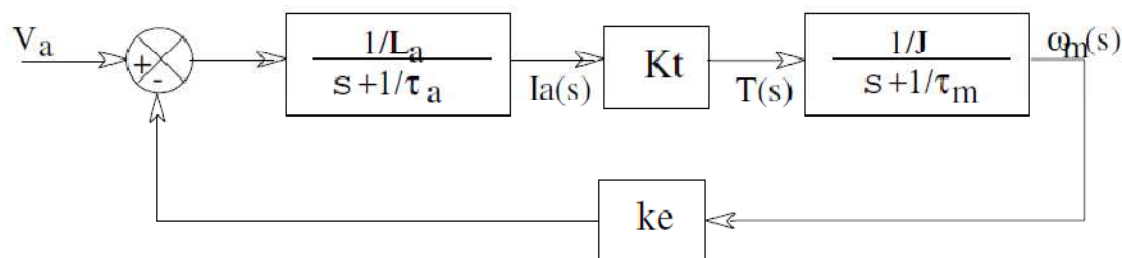

Figura 4 - Diagrama de Blocos do Motor cc
- l) Monte o diagrama em blocos mostrado na figura 4. ($\tau_a = \frac{L_a}{R_a}$ e $\tau_m = \frac{J}{B}$)